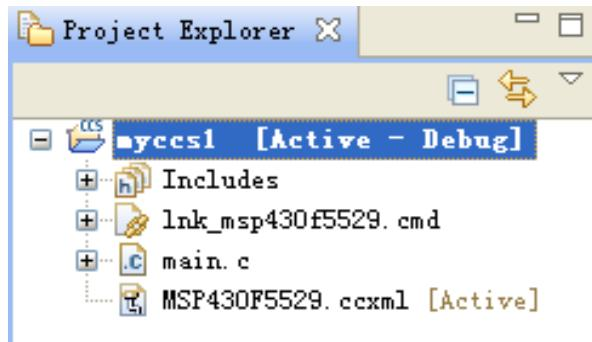

图 1.12 初步创建的新工程
- (2) 在 Project name 中输入新建工程的名称，在此输入 myccs1。
- (3) 在 Output type 中有两个选项： Executable 和 Static library，前者为构建一个完整的可执行程序，后者为静态库。在此保留： Executable。
- (4) 在 Device 部分选择器件的型号:在此 Family 选择 MSP430； Variant 选择 MSP430X5XX family，芯片选择 MSP430F5529； Connection 保持默认。
- (5) 选择空工程，然后单击 Finish 完成新工程的创建。
- (6) 创建的工程将显示在 Project Explorer 中，如图 1.12 所示。